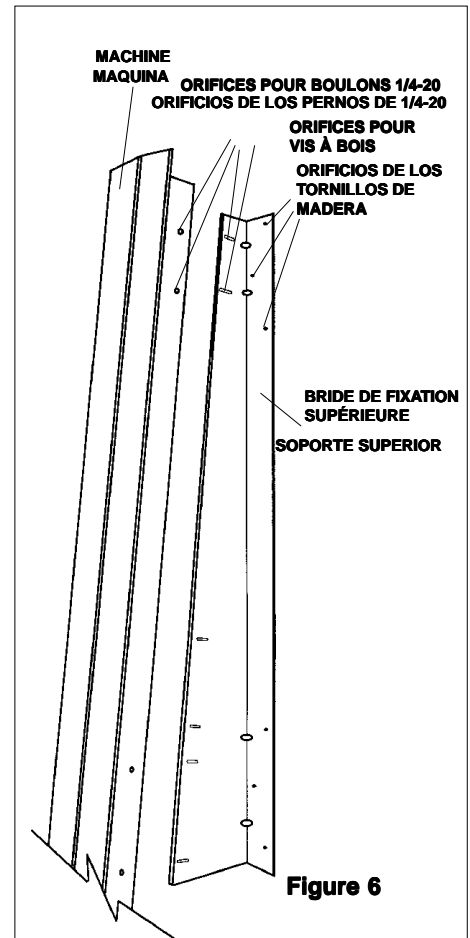

Figure 6
3. Soulevez la machine et attachez-la à la **BRIDE DE FIXATION SUPÉRIEURE** à l'aide de quatre boulons, écrous, rondelles et rondelles d'arrêt de 1/4-20 montrés à H. Consultez la **Figure 6**.